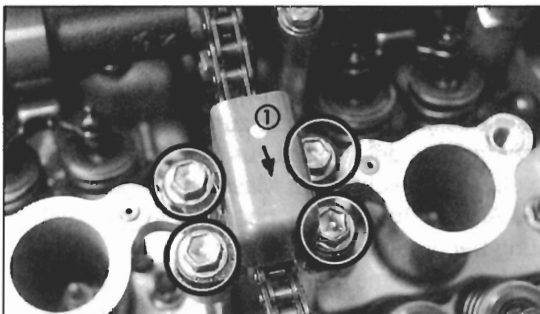

Bild 160
- Steuerketten-Freilauftrad ① Bild 160 abnehmen.